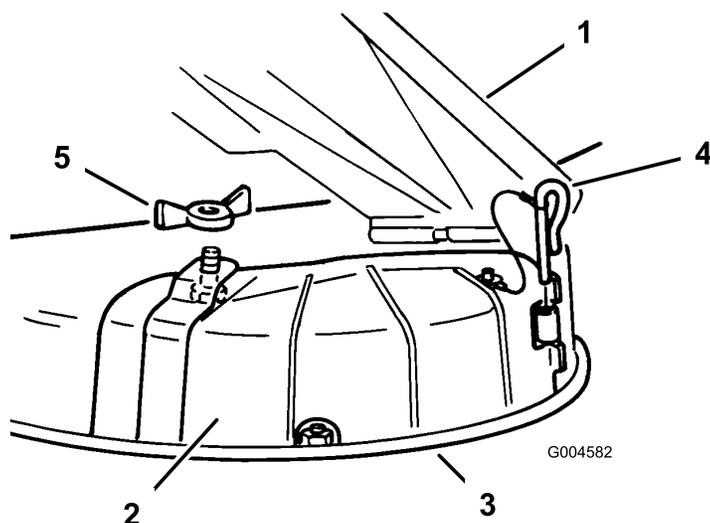

Figura 6
4. Rimuovete il dado ad alette, il bullone e il perno della cerniera che fissa il carter di scarico laterale, quindi sollevate il carter rimuovendolo dal piatto (Figura 6). Conservate tutte le parti per il successivo utilizzo.